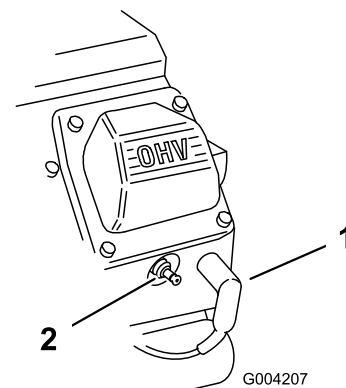

Figure 155
3. Branchez les fils des bougies (Figure 155).